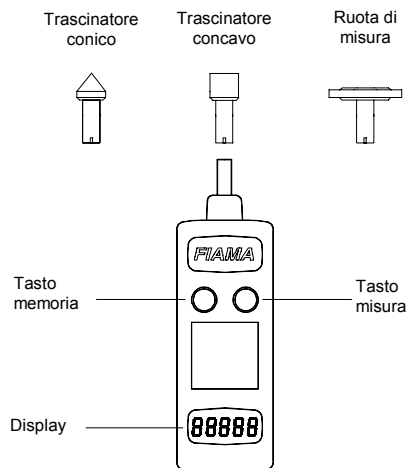

Fig.1
Premere il tasto 'misura' (vedi fig.1)
3. Premere il tasto 'misura' (vedi fig.1)